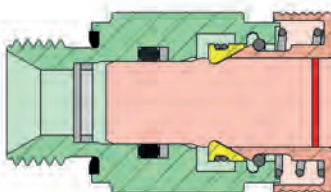

Fig. 2
Durante la fase di pressatura il profilo interno della boccola comprime il rinforzo metallico esterno del tubo, realizzando così una tenuta meccanica tra tubo e boccola, vedi fig. 1, e una tenuta idraulica tra sottostrato tubo ed inserto. Vedi fig. 2.
3. Il controllo dell'avvenuto corretto aggancio tra l'inserto maschio e il corpo connessione deve essere eseguito sul 100% delle connessioni mettendo in leggera trazione l'inserto maschio (Fig. 2). →